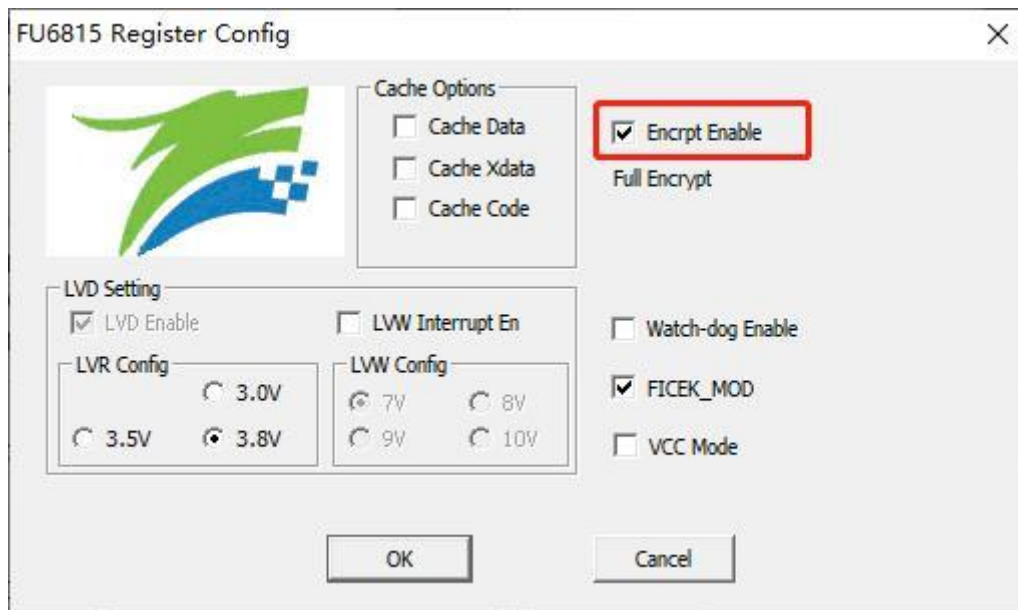

图 34-2 代码保护 全保护模式
2. 按照图 34-2 所示进行选择并设置，点击 OK。然后编译工程并下载，得到 BIN 文件并烧录到 Flash 后即可达到代码保护的效果。